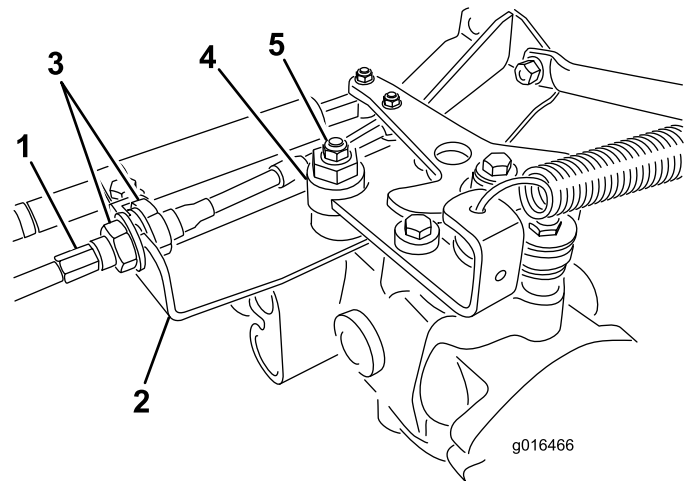

Figura 43
- A. Allentate entrambi i controdadi che fissano il cavo di comando della trazione alla paratia dell'igrostatato (Figura 43). Assicuratevi che i controdadi siano allentati in modo uguale e a sufficienza per consentire la regolazione.
- B. Allentate il dado che fissa l'eccentrico alla parte superiore dell'igrostatato (Figura 43).
Quando la ruota cessa di girare, serrate il dado di bloccaggio dell'eccentrico per mantenere la messa a punto (Figura 43). Verificate la regolazione portando l'acceleratore in posizione di MINIMA e MASSIMA.
- E. Da ambo i lati della piastra serrate in modo **uniforme** i dadi che fissano il cavo di trazione alla piastra (Figura 43). Non torcete il cavo.